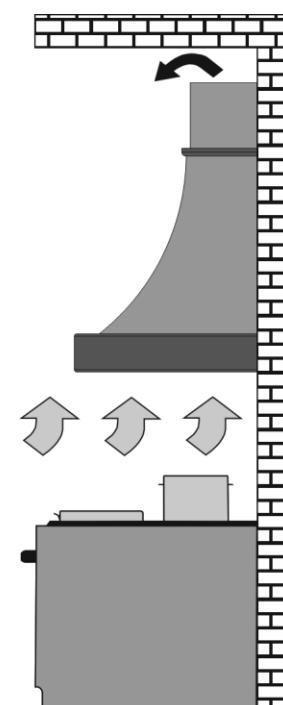

Рис.2
- в режимі рециркуляції (замкнута кругова циркуляція повітря на кухні), коли витяжка не підключається до димоходу, а повітря проганяється через жироуловлюючий алюмінієвий (в комплекті) та запахопоглинальний вугільний (купляється окремо) фільтри і повертається назад в кухню – (рис.2).
- в режимі рециркуляції (замкнutyй круговий обіг повітря в кухні)_(рис.2).